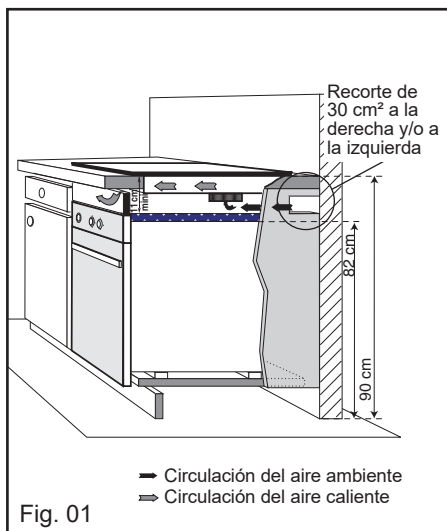

Fig. 01
- Deberá prever una entrada de aire fresco mínima, para que el ventilador de la placa pueda enfriar correctamente los componentes electrónicos que hay dentro. Para ello, sugerimos realizar un recorte de 30 cm² por detrás de uno de los lados del hueco de empotrado (Fig. 01).
– Conecte los cables en la instalación respetando los colores (Fig. 01).